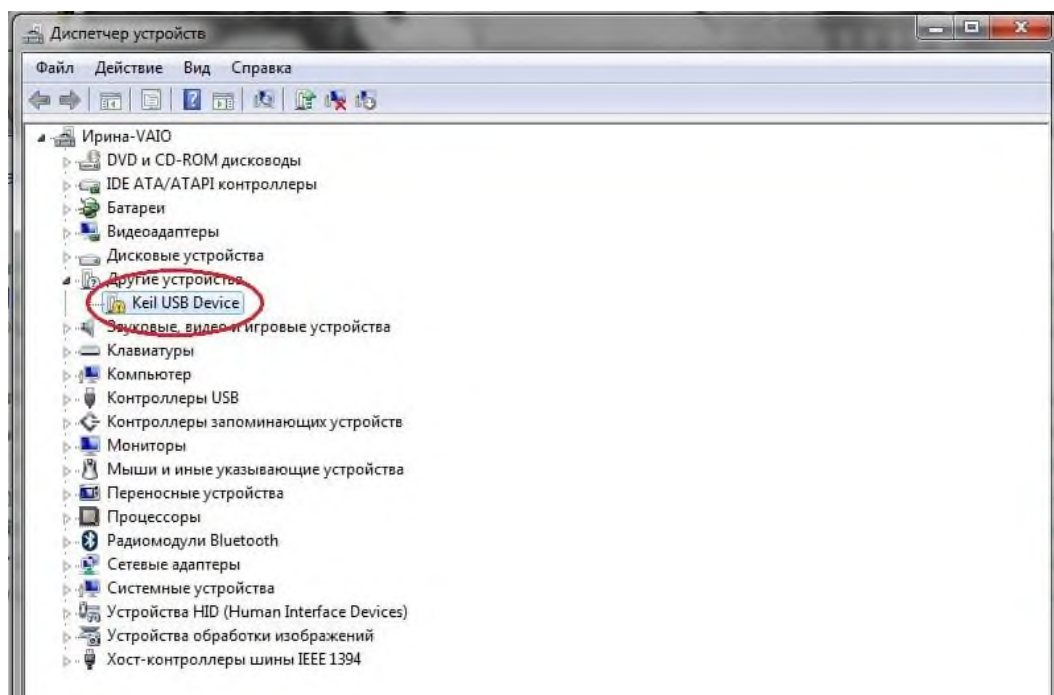

Рисунок 1 – Диспетчер устройств - неопознанное устройство Keil USB Device
- Для установки драйвера нужно: зайти в «Панель управления ПК», выбрать пункт «Диспетчер устройств», в открывшемся окне выбрать пункт «Другие устройства», в Других устройствах найти **неопознанное устройство Keil USB Device** (рисунок 1).